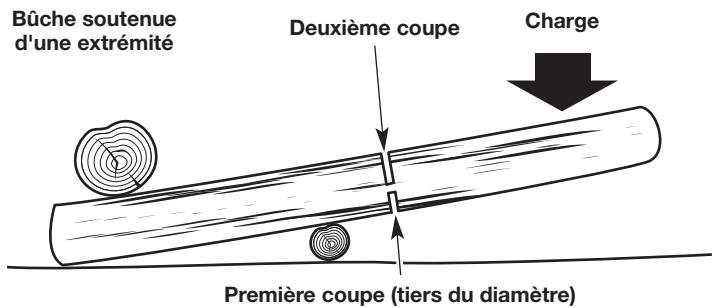

Fig. 14
- Si la bûche est soutenue sur une extrémité (Fig. 14), faites la première coupe depuis le bas (*tronçonnage par dessous*). Reportez-vous à *Tronçonnage par-dessous*.